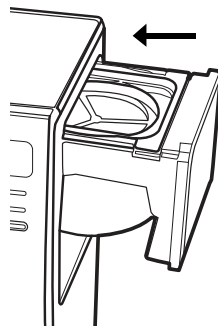

Figure 6
4. Remettez le panier-filtre en place (Figure 6).